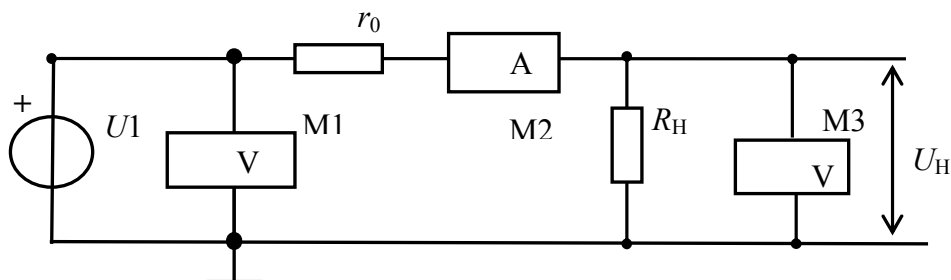

Рис. 2. Схема измерения параметров источника
Соберите схему измерения в соответствии с рис. 2. Элементы схемы и варианты приведены в таблице 1.
4.1.2 Исследуйте работу источника напряжения под нагрузкой рис. 2.